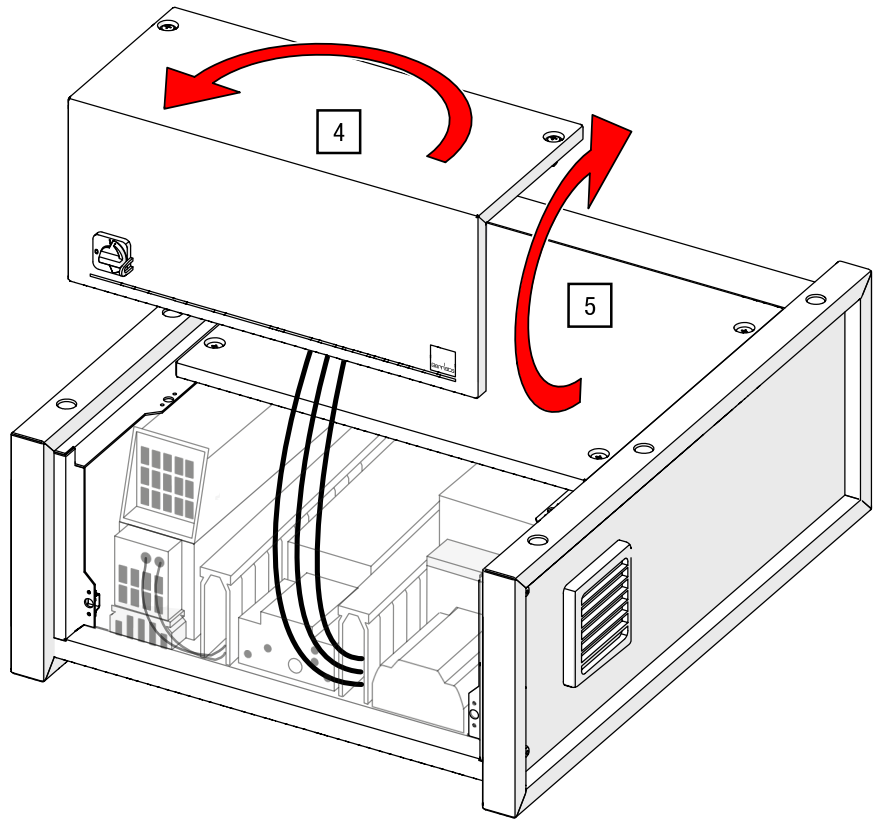
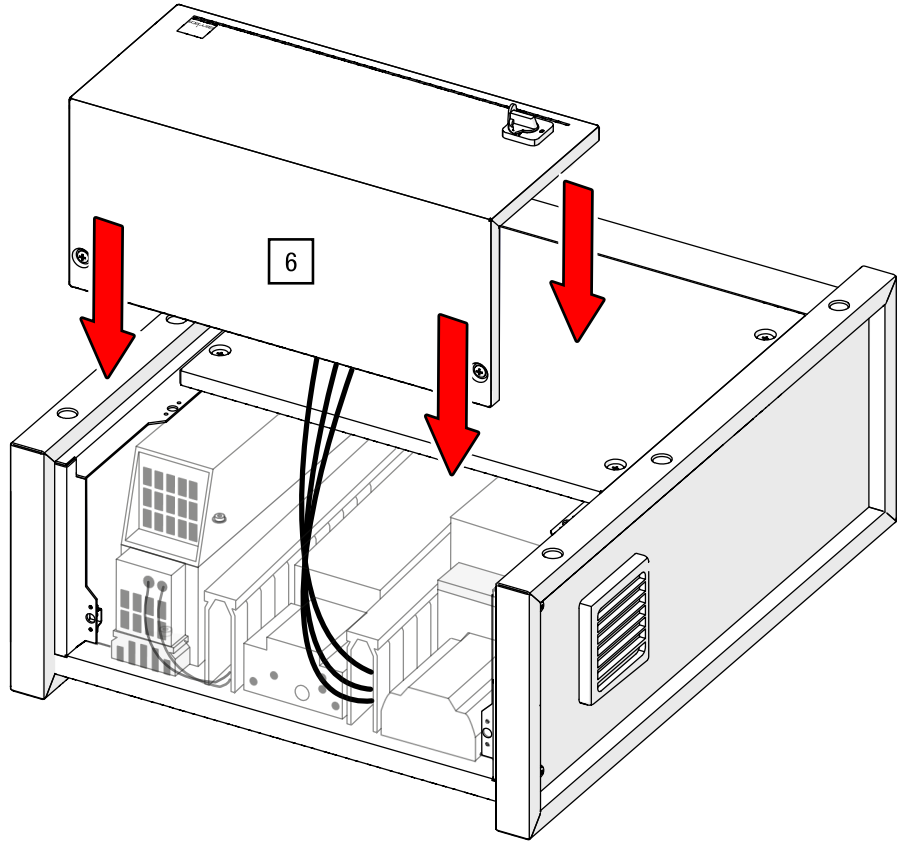

Abb. 30: Gelöstes Steuerungsterminal drehen (Modell kann abweichen)
Abb. 31: Terminal einsetzen (Modell kann abweichen)
Gelöstes Bedienfeld positionieren 4. u. 5. Drehen Sie das Bedienfeld um 180° und kippen Sie es um 90°, bis es der Orientierung aus Abb. 31 entspricht (siehe Abb. 30).
6. Setzen Sie das Bedienfeld wieder auf das Gehäuse (siehe Abb. 31).